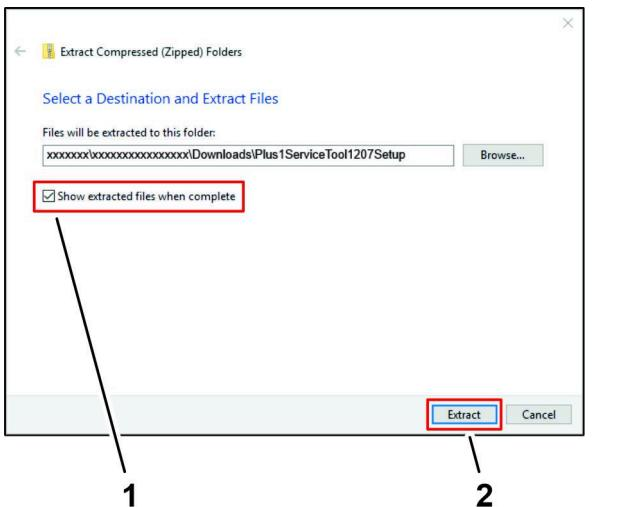

Bild 20
- Vergewissern Sie sich im Dialogfeld Komprimierte Daten extrahieren, dass das Kontrollkästchen EXTRAHIERTE DATEIEN NACH ABSCHLUSS ANZEIGEN aktiviert ist, und klicken Sie auf die Schaltfläche EXTRAHIEREN (Bild 20).